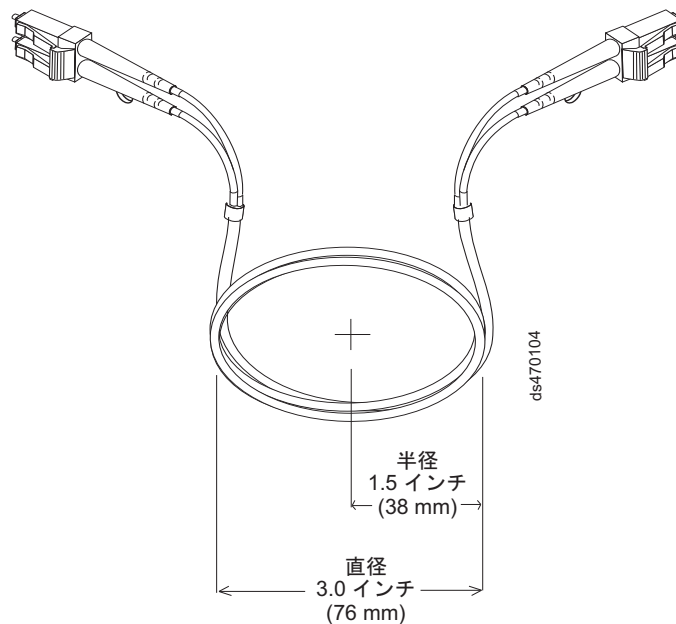

図 19. 光ファイバー・ケーブルの曲げおよびループに関するベスト・プラクティス仕様
- 余分な、または未使用の光ファイバー・ケーブルを保管するときは、ケーブルを直径 76 mm (3 インチ) 未満または半径 38 mm (1.5 インチ) 未満に曲げないでください。また、ケーブルを折り返さないでください。 59 ページの図 19 を参照してください。